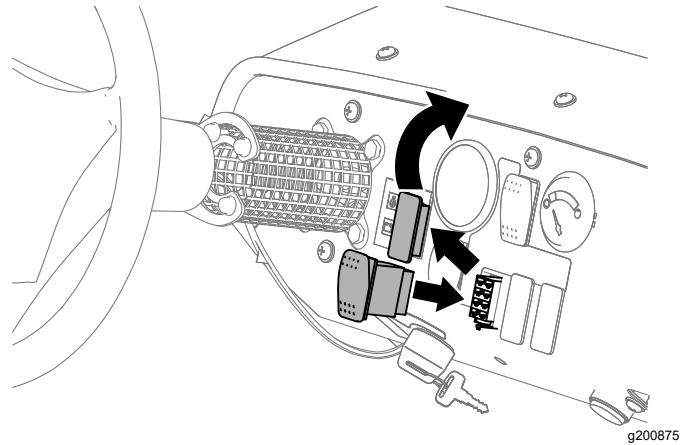

Figure 26
1. Retirez l'obturateur du tableau de bord de la machine (Figure 26).
3. Montez l'interrupteur dans le tableau de bord et poussez-le jusqu'à ce qu'il s'enclenche fermement dans l'ouverture (Figure 26).